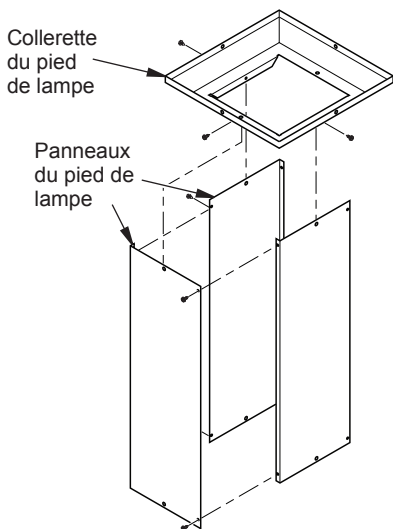

Figure 5 - Assemblage des panneaux et de la collerette du pied de lampe
- Identifiez les quatre panneaux du pied de lampe qui sont emballés ensemble. Assemblez trois des pièces avec 4 vis (H) comme illustré à la figure 5.
- Placez la collerette du pied de lampe sur l'assemblage des panneaux en alignant les trous de vis. Fixez avec 3 vis (H) comme illustré à la figure 5.